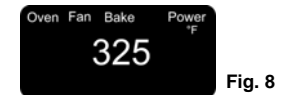

Fig. 8
- Appuyez une fois sur le bouton Four pour sélectionner la cuisson sans convection ou deux fois pour la cuisson à convection. (Fig. 8)